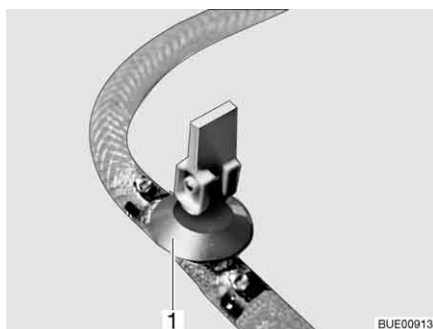
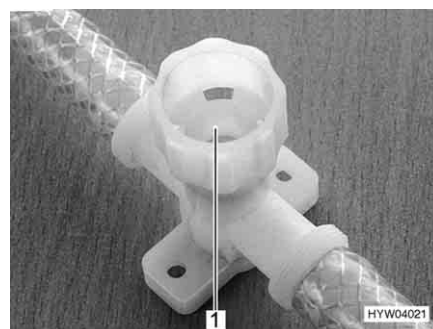

Bild 192 Avtappningskran (med vipparm)
Bild 193 Avtappningskran (med vred)
- Stäng alla utloppsventiler. Ställ för detta avtappningskranens vipparm (Bild 192,1) vågrätt eller vrid avtappningskranens kran (Bild 193,1) medurs.